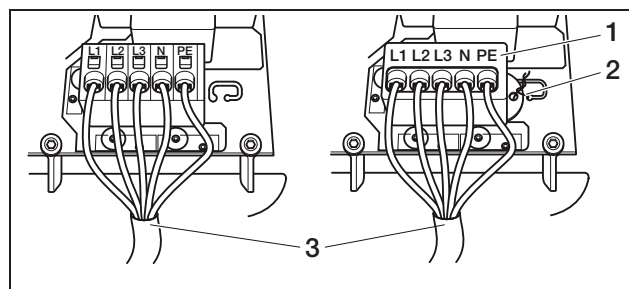

Figura 15: Linea di alimentazione collegata (a sinistra senza cappuccio sigillante, a destra con cappuccio sigillante (in figura convert 7T/8T/10T)
- Collegare i fili della linea di alimentazione al morsetto AC in base alla dicitura (figura 15).